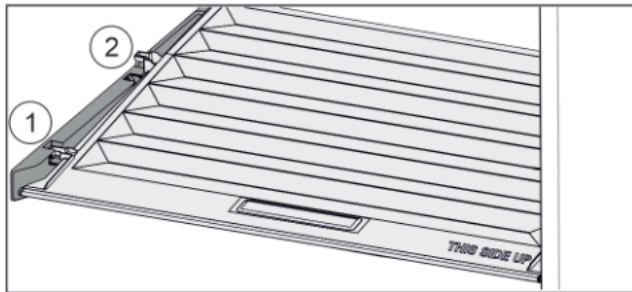

Fig. 44
- ▶ Tirare in avanti il coperchio fino all'apertura nei fermi Fig. 44 (1).
- ▶ Sollevare posteriormente dal basso e togliere verso l'alto Fig. 44 (2).